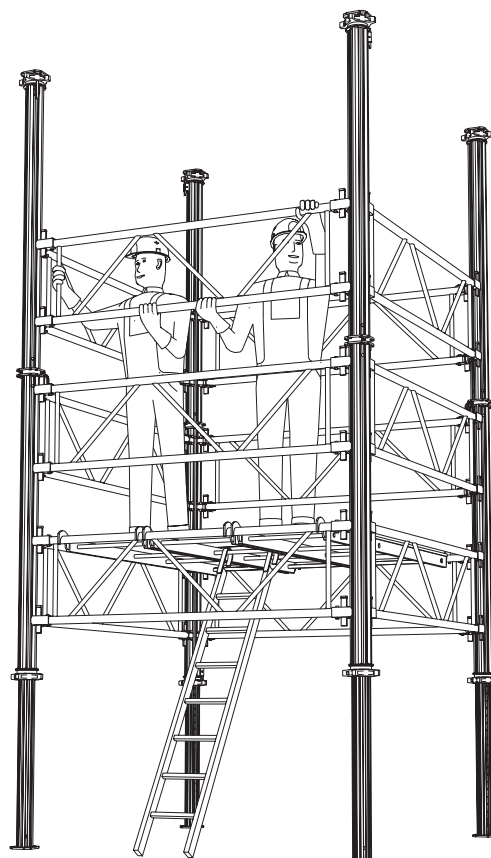

Fig. 39
- Monter les étais, le fût intérieur étant rentré. Ne régler la longueur requise qu'après renforcement par des cadres. Fig. 39